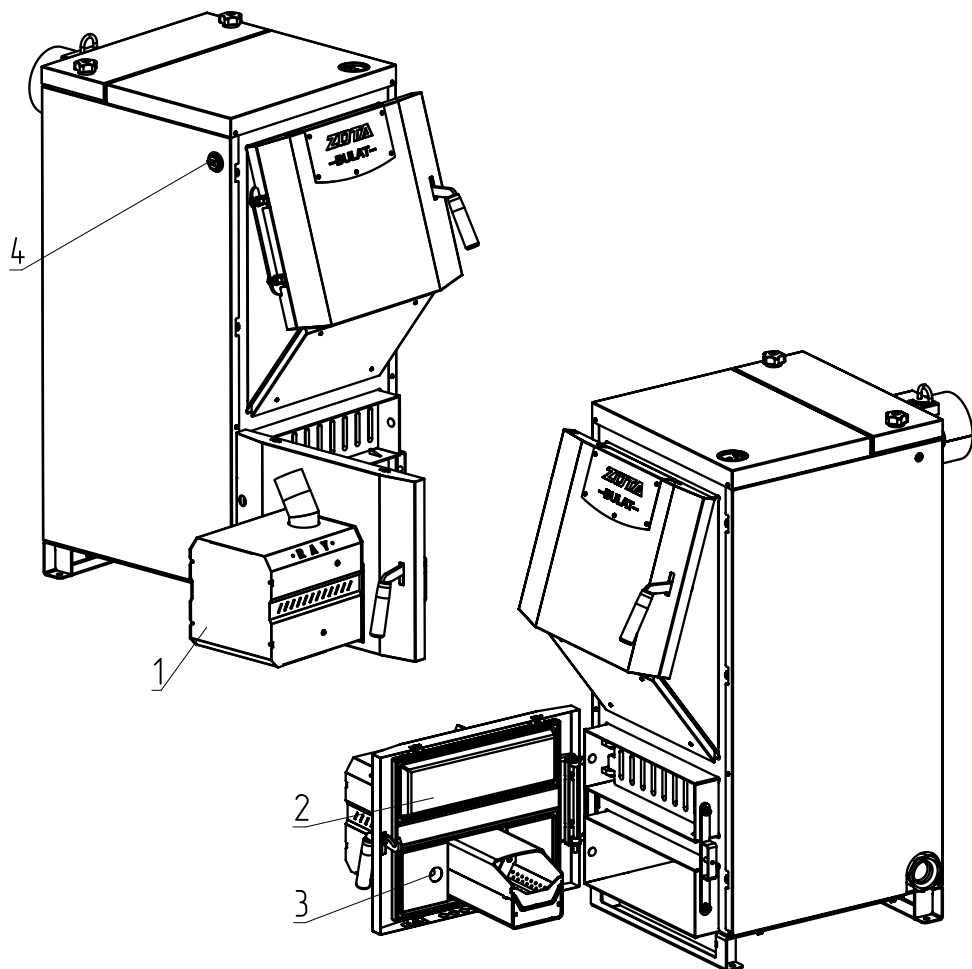

Рис.9. Порядок установки pelletной горелки на твердотопливные котлы ZOTA Bulat 18, 23, 28.
- Выкрутите две гайки М8 (Рис.9, поз.3) и снимите заслонку подачи первичного воздуха;
- Установите горелку (Рис.9, поз.1) на котел как показано на рисунке 9 и зафиксируйте горелку двумя гайками (Рис.9, поз.3).
- Для установки гильзы под датчики температуры и перегрева снимите пробку или тягорегулятор (если установлен) и установите гильзу (Рис.9, поз.4) в освободившееся отверстие.